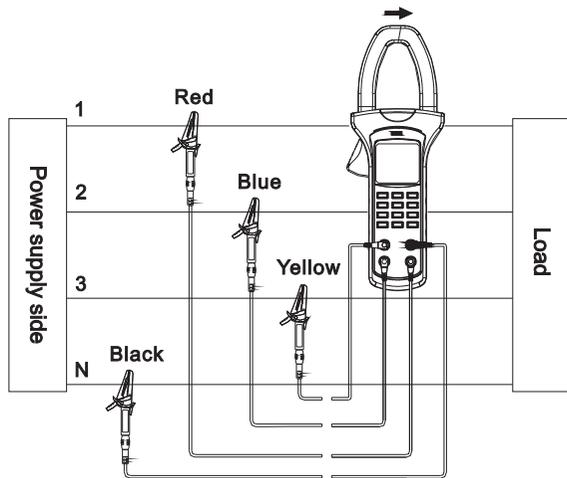

图14
- 1) 按MENU选择“电压(V)+电压(V)+电压(V)”档,如图14,将红色测试笔插入“V1”插孔,蓝色测试笔插入“V2”插孔,黄色测试笔插入“V3”插孔,黑色测试笔插入“COM”插孔,并将四根测试笔连接到待测电源或负载的三相和接地端。
测量步骤：开机后首先按HARM键进入电压总谐波对全波失真率测量模式，然后将待测相电压信号通过表笔接入仪表的电压输入端，零线接COM端，相线接V1/V2/V3中的任一端口，并按SELECT键选择测量端口与输入端口一致，如图14。